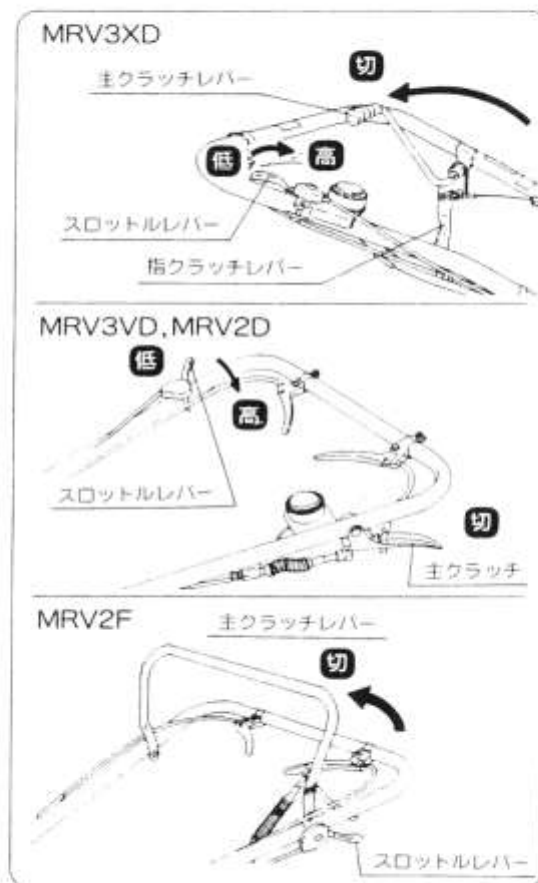

図17
- ❷ 低速から高速に切換操作は主クラッチを一旦切っておこなってください。（図17）
- ❸ 高速の「前進」の切換操作は主クラッチを一旦切っておこなってください。
（図17）